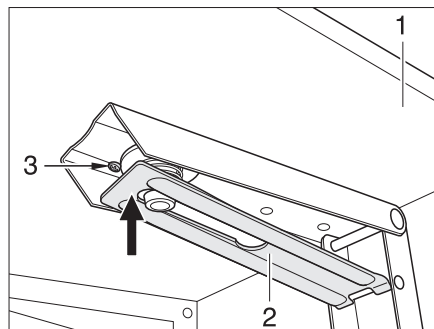

Fig. 68 Apoyo de la prolongación del banco de asiento
- Abatir la prolongación del banco de asiento (Fig. 68,1) hacia arriba. El apoyo (Fig. 68,2) engatilla automáticamente.
- Presionar el apoyo (Fig. 68,2) hacia arriba en sentido de la flecha, contra la resistencia del resorte espiral (Fig. 68,3). La prolongación del banco de asiento está desbloqueada.